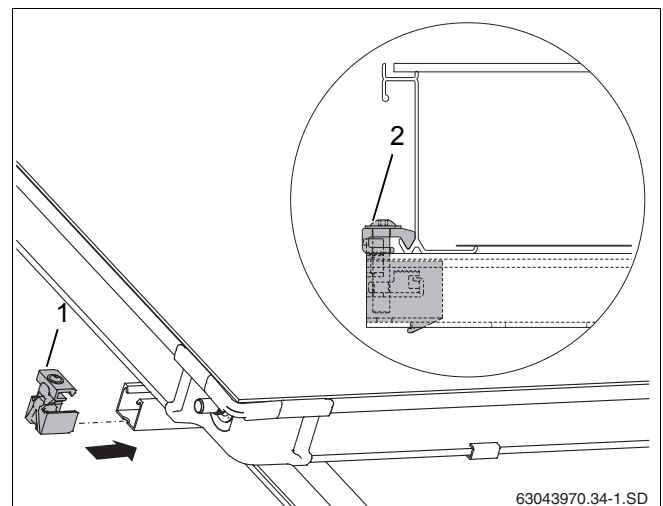

Рис. 52 Односторонний зажим коллектора слева
- ▶ Задвиньте односторонние зажимы (рис. 52, [1]) в верхнюю и нижнюю профильную рейку.
- ▶ Придвиньте зажимы к раме коллектора и затяните ключом SW 5 (рис. 52, [2]).
Теперь прижим (рис. 52, [2]) находится в нижней кромке коллектора.